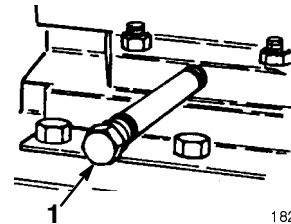

Figure 26
2. Nettoyez la surface autour du bouchon de vidange d'huile (Fig. 26).
3. Placez le bac de vidange sous le tube de vidange et retirez le bouchon (Fig. 26).